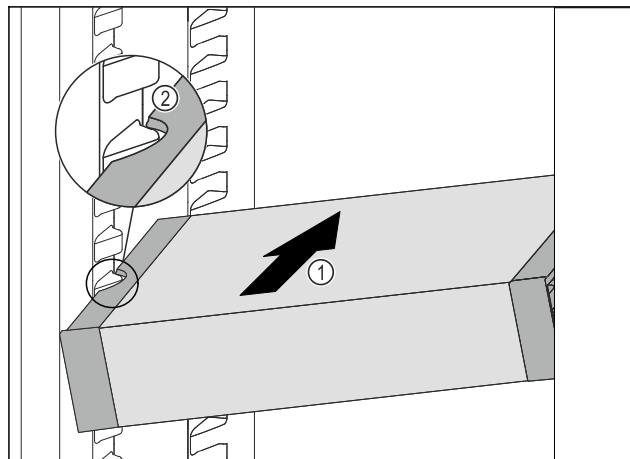

Fig. 127
- ▶ VarioSafe gurajte koso u hladnjak Fig. 127 (1) sve dok se bočni otvori Fig. 127 (2) ladice VarioSafe ne nađu na visini žlijeba spremnika u hladnjaku.